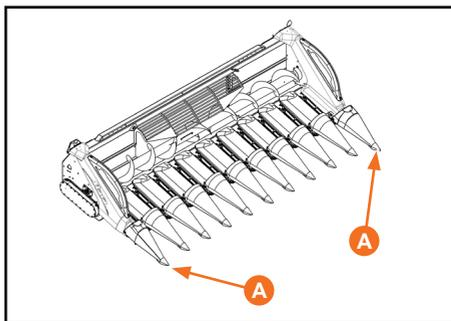

Figura 26
- Regule primeiramente os bicos laterais (A) de acordo com a altura desejada (Figura 26).